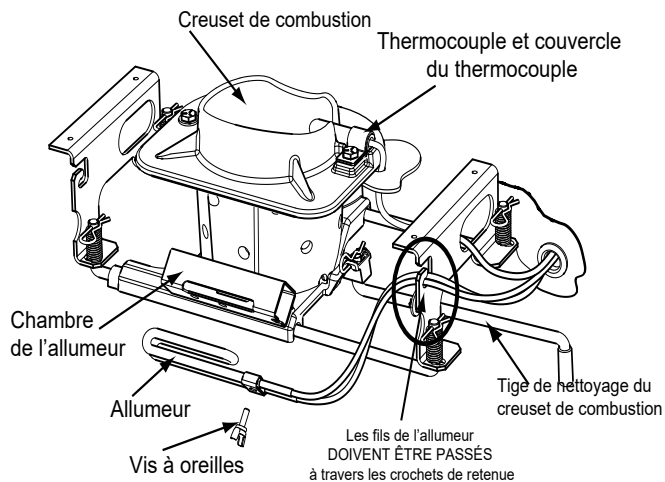

Figure 26.1
5. Installez un nouvel allumeur dans le logement et serrez la vis à oreilles. Les fils DOIVENT être passés dans les crochets des attaches, puis être rebranchés aux 2 fils dotés de cosses rectangulaires (**Figure 26.1**).